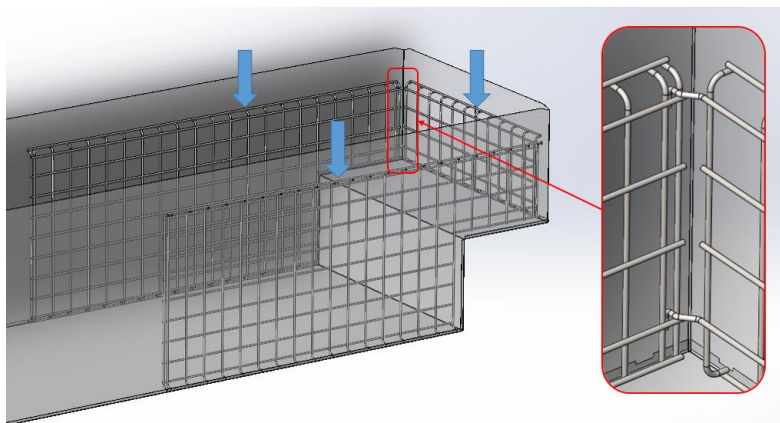

Рис. 4.1.1. Порядок встановлення решіток.
1. Встановлюється дві поздовжні дзеркальні решітки зі сходиною у внутрішній простір вітрини з боку агрегатного відсіку (рис. 4.1.1). Дане з'єднання універсальне для всіх типів вітрин